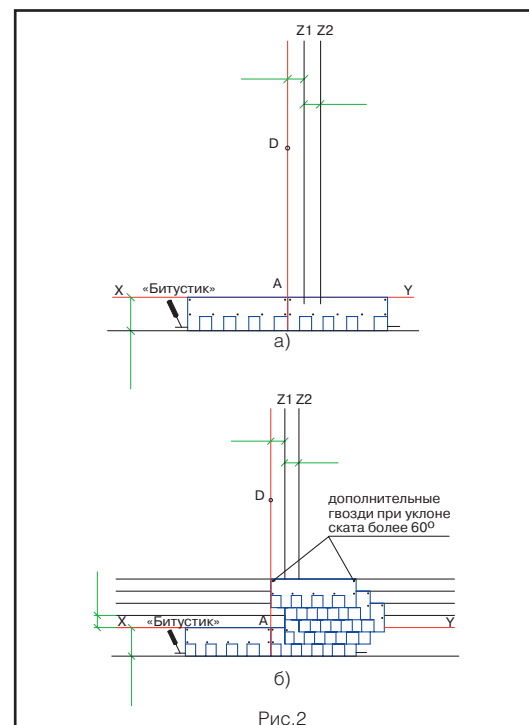

Рис.2
Укладка материала (рис. 2)
- первый ряд черепицы укладывается от линии AD (рис. 2а);
- второй ряд укладывается от линии Z1 (со смещением 12,5 см от AD) (рис. 2б);
- третий ряд укладывается от линии Z2 (со смещением 12,5 см от Z1) (рис. 2б);
- четвертый ряд – от линии Z1 (рис. 2б);
- пятый ряд – от линии AD (рис. 2б);
Каждый лист черепицы МАСТЕР крепится 5 гвоздями таким образом, чтобы гвоздь прошивал и верхний край низлежащего листа черепицы МАСТЕР (рис. 2а,б).